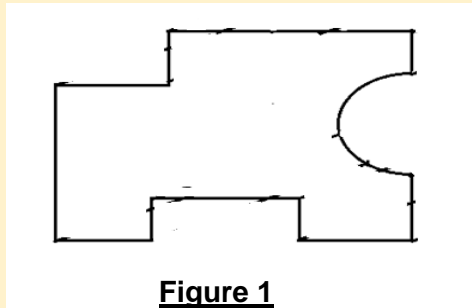
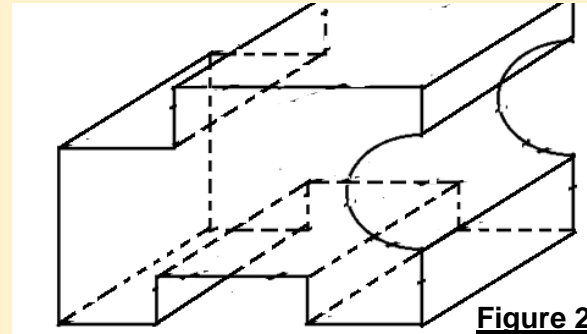

Figure 1
Figure 2
**Situation de vie :** Akono se rend chez le menuisier pour fabriquer un objet dont la face principale est représenté ci-dessous(**figure1**) le menuisier lui répond que cette face n'est pas suffisante pour fabriquer le dit objet car elle ne présente pas l'essentiel de détails nécessaires à sa fabrication. Pour l'aider menuisier complète la figure afin d'avoir une nette impression de l'objet à fabriquer qu'il appel perspective cavalière (**figure2**)
- En comparaison des figures 1 et 2 dites à quoi sert une perspective cavalière
- Essayer de ressortir les étapes franchi par le menuisier pour passer de la figure1 à la figure 2